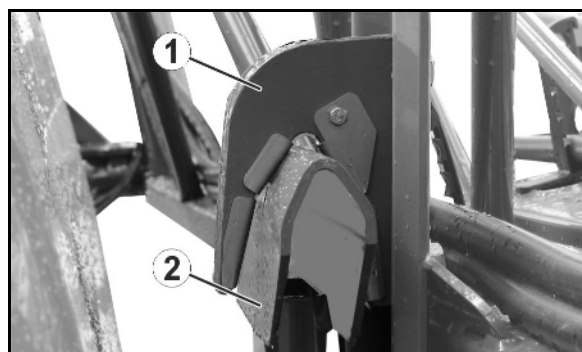

Fig. 76
- fangkrokene (Fig. 76/1) frigir bomholdeinnretningen (Fig. 76/2).
- fangkrokene Fig. 76/1) tar opp bomholdeinnretningen (Fig. 76/2).